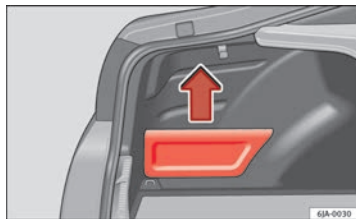

Abb. 96 Gepäckraum:
- Greifen Sie die Abdeckung an der Oberseite und ziehen Sie sie in Pfeilrichtung ab ⇒ **Abb. 96**.